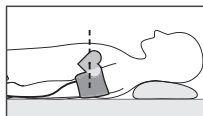

Рис. 12
2. Вы можете измерять давление и лежа на спине. Смотрите вверх, сохраняйте спокойствие и не двигайтесь во время измерения. Обязательно удостоверьтесь, что место измерения на плече находится приблизительно на том же уровне, что и сердце (рис. 12).